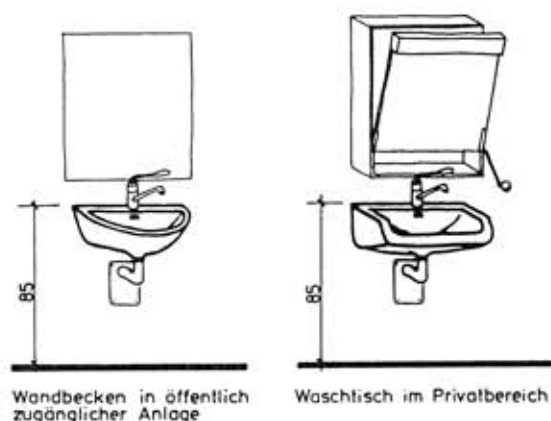

Fig. 10 Beispiele von empfehlenswerten Siphons
- Die üblicherweise verwendeten **Siphons** beeinträchtigen die Unterfahrbarkeit von Waschtischen. In *öffentlich zugänglichen* Anlagen sollen **Wandebau-Siphons** montiert werden. Im *Privatbereich* können auch Siphons, die **minimal von der Wand abstehen**, vorgesehen werden (Fig. 10). Verbrennungen am Siphon sind am besten durch allgemeine Senkung der Warmwassertemperatur zu vermeiden. (Schutzbügel um Siphons sind zusätzliche Hindernisse, da sie die Unterfahrbarkeit beeinträchtigen. Von ihrer Verwendung ist abzuraten!)